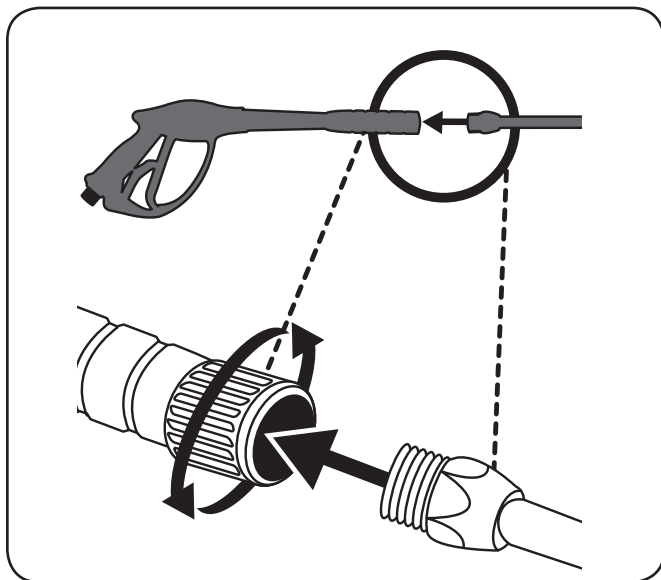

Figure 3-3
1. Attachez la lance au pistolet et bien serrer. Ver la Figure 3-3.